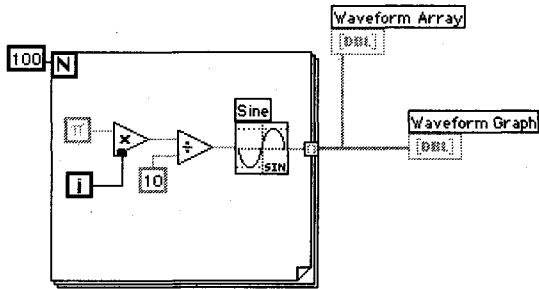

Рис. 8.18
На блок-диаграмме, изображенной на рис. 8.16, задайте для осциллограммы начальное значение X и ΔX. Зачастую X₀ равно 0, а значение ΔX равно 1. В этих случаях вы можете подключить массив осциллограммы прямо к терминалу графика, как это показано на рис. 8.18, и воспользоваться значениями по умолчанию для ΔX и X₀.
- Вернитесь к окну блок-диаграммы. Удалите функцию **Объединить** и подключенные к ней константы, затем выберите функцию **Удалить неисправные проводники (Remove Broken Wires)** в меню **Правка (Edit)** или нажмите соответствующую клавишную комбинацию. Завершите подключение элементов блок-диаграммы (рис. 8.18).